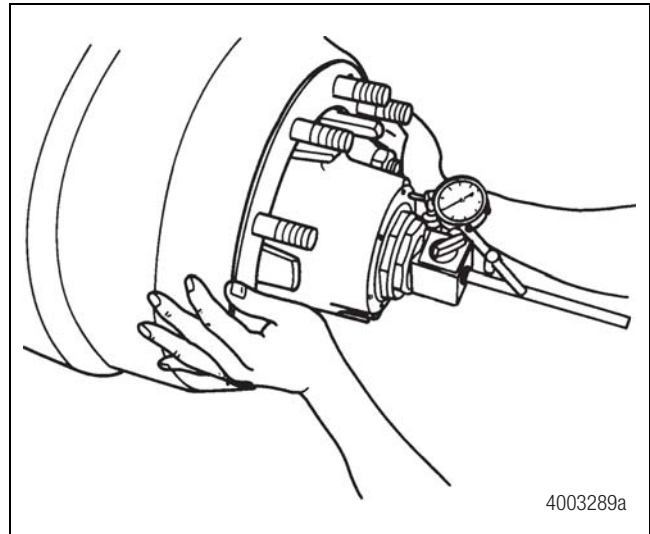

Figura 10.8
- B. Gire ligeramente el extremo de rueda en ambas direcciones mientras empuja hacia dentro hasta que el indicador de cuadrante no cambie. Ponga el indicador de cuadrante en CERO. Figura 10.8.